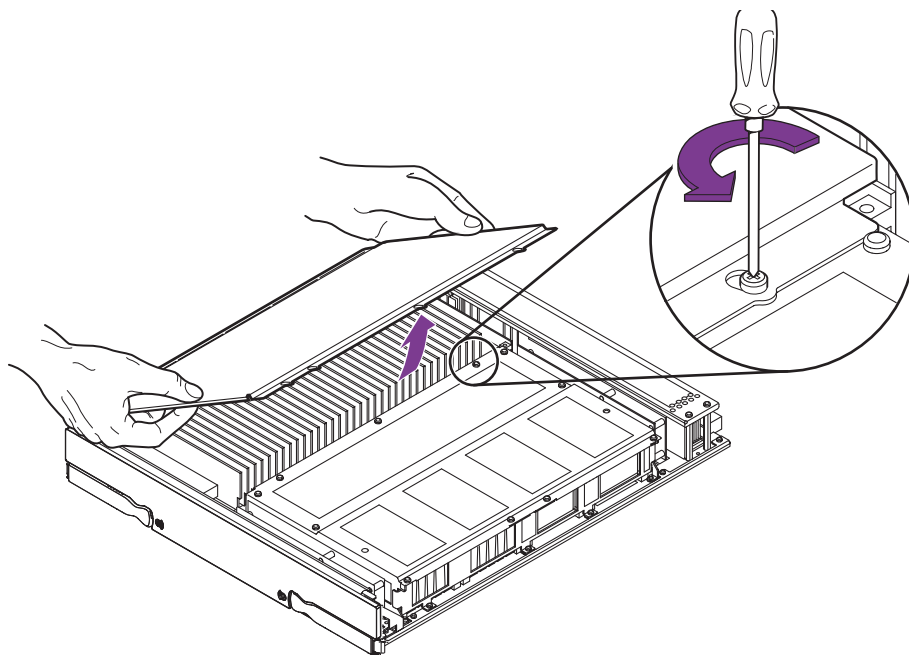

図 9-10 DIMM カバーの取り外し
3. DIMM カバーを固定している 4 本のねじを外します。カバーを取り外します (図 9-10)。